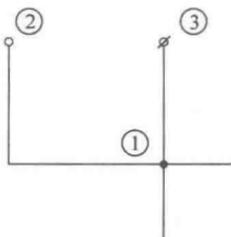

图 1-1
28. 如图 1-1 所示导线连接图中，连接点①表示两导线相互交叉并连接。 ( )
29. 线与设备端子的固定连接点可用图 1-1 所示连接点②和连接点③两种画法。 ( )